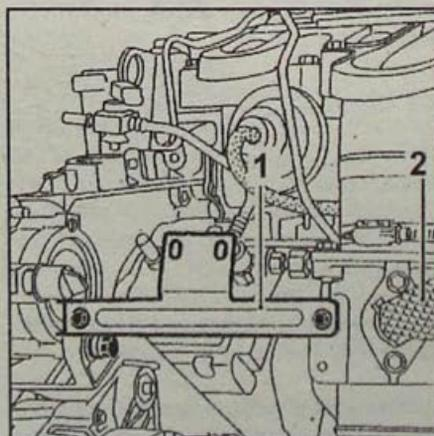

Рис. 4.35. Расположение на двигателе усилительной лапы (1) и шланга рециркуляции отработавших газов (2)
- Снимите усилительную лапу (1, рис. 4.35), соединяющую корпус блока остановки двигателя турбокомпрессора с